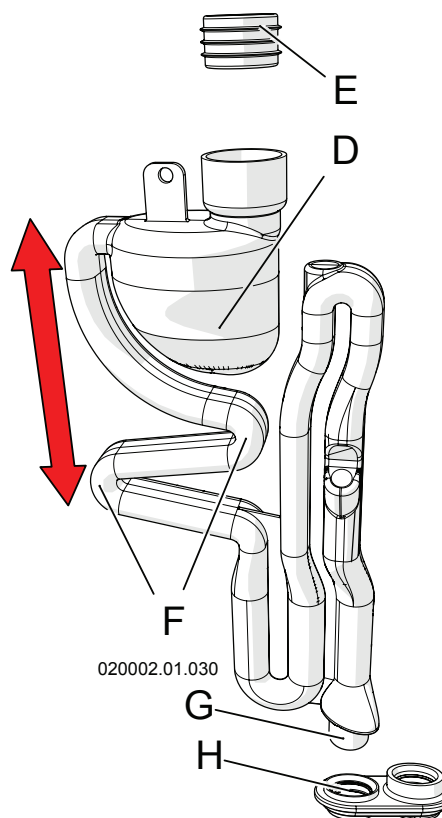

Figura 8-10 - Sifone raccogli condensa
- 1.- con l'apparecchio acceso, aprire al massimo un rubinetto dell'acqua calda sanitaria in modo che il bruciatore si ponga alla potenza massima e il livello di liquido presente all'interno del serbatoio del sifone "D" (Figura 8-10) si abbassi;
- 8.- pulire la vaschetta di decantazione "D" (Figura 8-10);